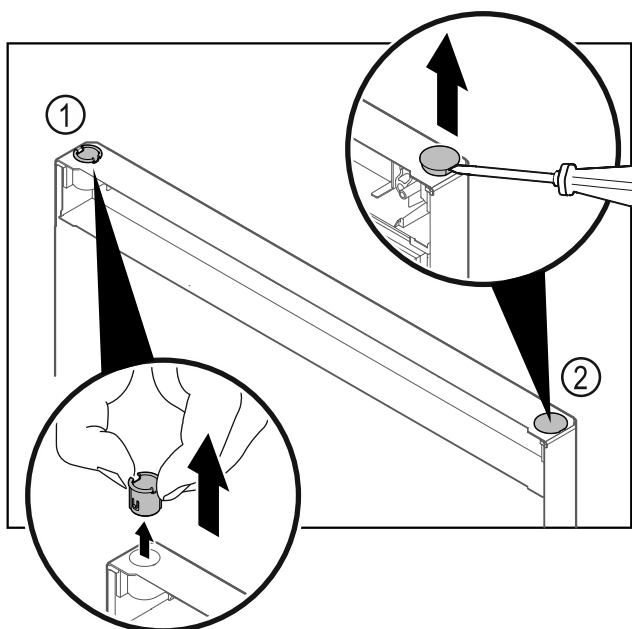

Fig. 24
- Estrarre la boccola cerniera Fig. 24 (1) con le dita.
- Con un cacciavite a testa a intaglio sollevare con cautela il tappo Fig. 24 (2) ed estrarlo.